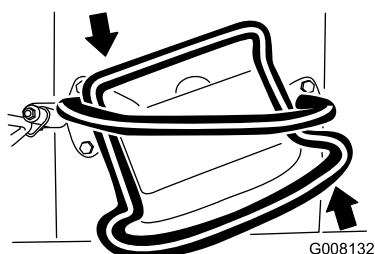

Figure 10
- Pour tourner à gauche, tournez la commande de déplacement dans le sens antihoraire (Figure 10).